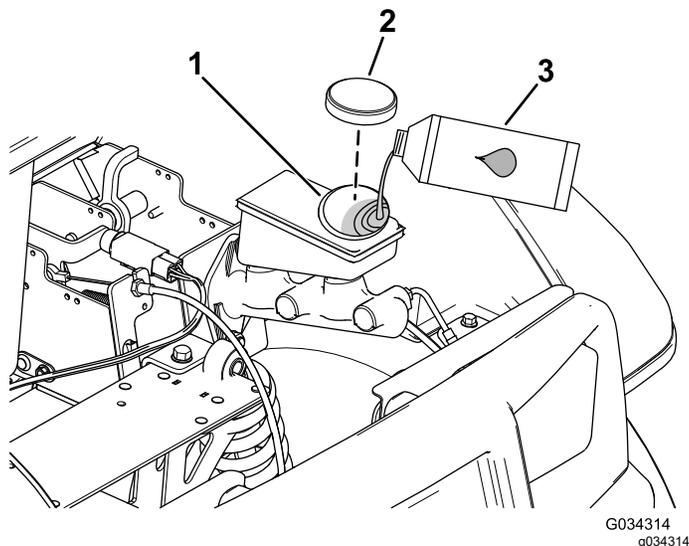

Figura 51
2. Eleve novamente o capot para obter acesso ao cilindro principal do travão e reservatório (Figura 51).
- A. Limpe a zona em redor da tampa do reservatório e retire-a (Figura 51).
- C. Coloque a tampa do reservatório (Figura 51).